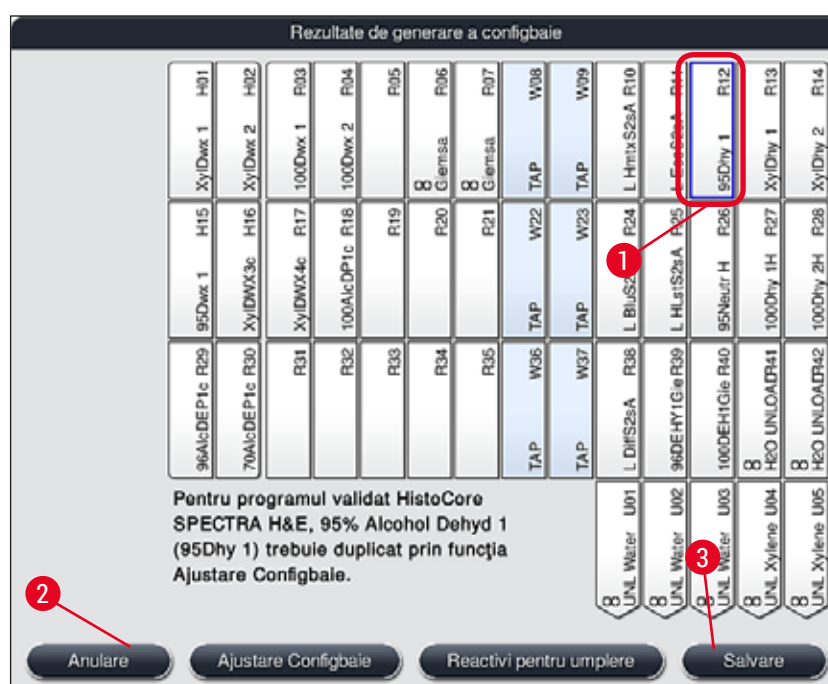

Fig. 53
- După ce software-ul calculează Configbaie folosind programele prioritare, utilizatorul obține o prezentare generală a rezultatelor afișate pe ecran (→ "Fig. 53").
- Dacă programele Leica nu au fost integrate în Configbaie, afișajul (→ "Fig. 53") se abate de la cel indicat (nu este ilustrat). În acest caz, reactivii pot fi încărcați așa cum este descris în (→ P. 81 – Umplerea reactivilor).